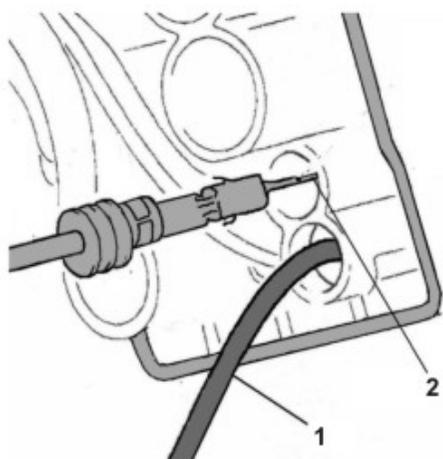

Fig. 5.
16. Monter la borne du câble noir/blanc provenant de la broche de câblage XE1 (chambre 44) dans la broche de câblage X26 et la borne du câble marron, puis monter le blocage (Fig. 5).
- ▶ **Chambre 1 (Kabel 1, Fig. 5)**
- ▶ **Chambre 2 (Kabel 2, Fig. 5)**